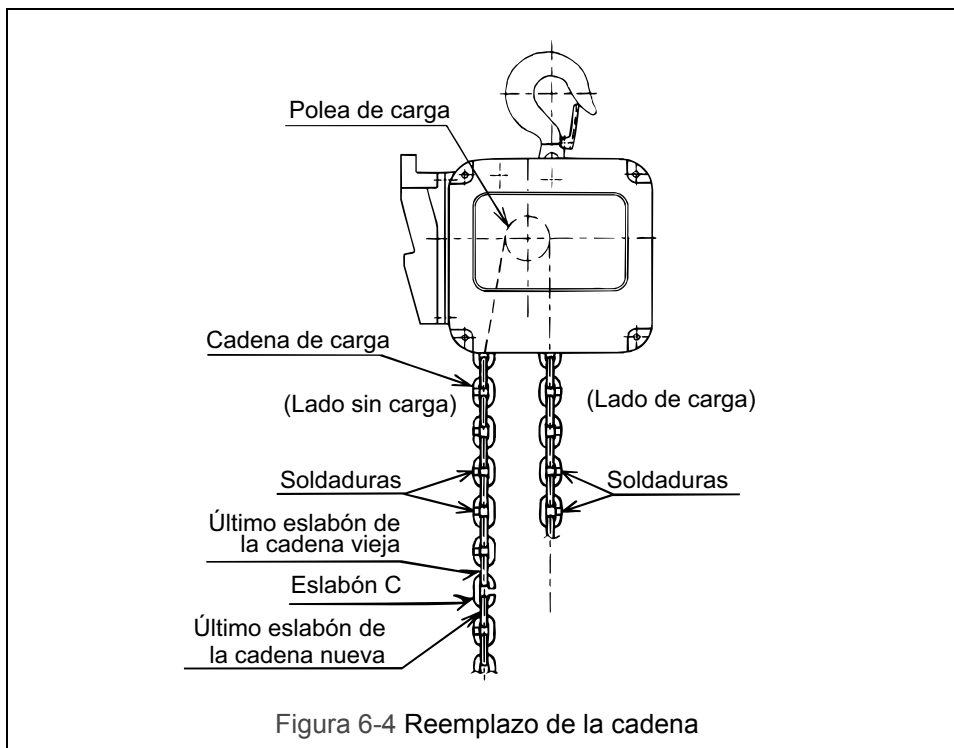

Figura 6-4 Reemplazo de la cadena
- 5) Usando un eslabón “C”, sujete la nueva cadena en el último eslabón de la cadena vieja en el lado sin carga. El eslabón del extremo de la nueva cadena de carga se debe conectar de tal forma que las porciones soldadas de los eslabones verticales de la cadena de carga estén orientados hacia el exterior cuando pasan sobre la polea. Consulte la Figura 6-4.